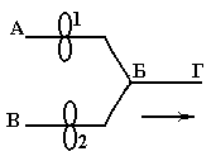

Рис. 23
*Решение.* В случае, когда вентилятор работает без сети, уравнение (2.7) примет вид  $P^1 = P_d = 150 \text{ Па}$ ; статическое давление  $P_s^1 = 0$ ; режим вентилятора соответствует рабочей точке А на характеристике вентилятора (рис. 23). На эпюре давлений с линией барометрического давления **аб** полное давление изображе-
Все давления изображены на эпюре столбиками (рис. 23). Если вентилятор будет работать с той же частотой, что и до подключения диффузора, то его рабочая точка сместится влево по характеристике в положение Б. Для того чтобы вентилятор работал с той же подачей, что и до подключения диффузора, нужно увеличить его частоту вращения – рабочая точка В.
Схема параллельной работы двух и более вентиляторов рекомендуется для увеличения подачи воздуха. В случае параллельного соединения (рис. 23) происходит сложение расходов при одинаковых давлениях:
*Пример 1.* По известной характеристике вентилятора и характеристике участка сети (все вентиляторы одинаковые, все участки, обозначенные на рис. 23, имеют одинаковые характеристики), определить положение общей рабочей точки двух вентиляторов, работающих совместно по схеме, изображенной на рис.